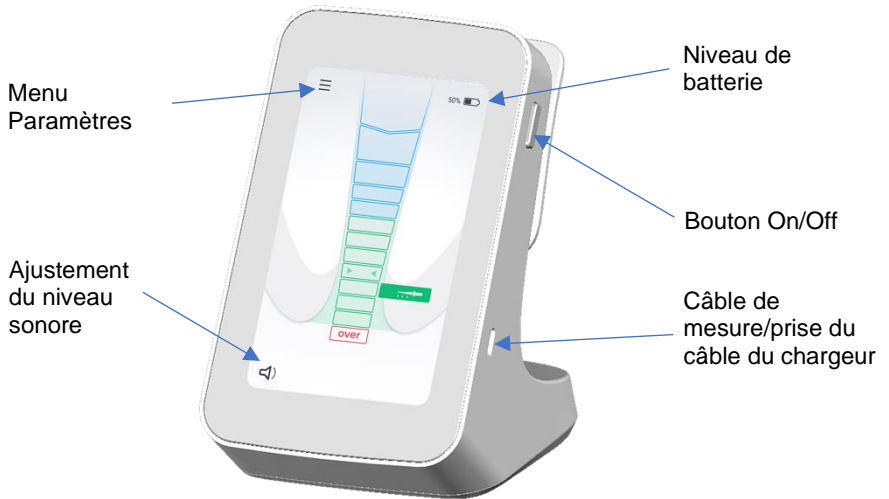

Fig. 1 : Vue avant
3. Connectez le câble du chargeur à la prise USB-C du **X-Smart® Apex Locator** localisé sur le côté droit de l'appareil. Voir Fig. 1